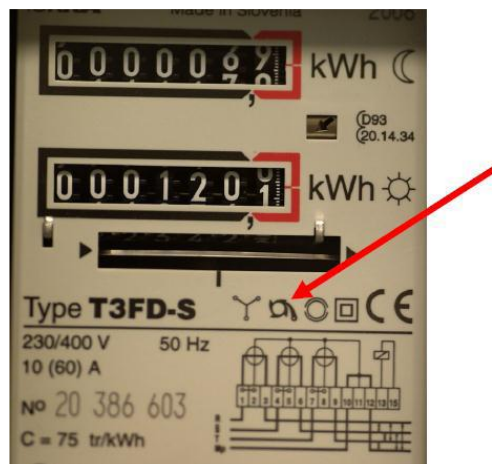

Figure 5 - Symbole d'un frein anti-retour sur un compteur Ferraris
- Y a-t-il un compteur Ferraris ? Si oui, il doit être remplacé par un compteur double flux (qui mesure séparément les prélèvements et les injections), communément appelé « compteur communicant ». En Wallonie, cela est obligatoire depuis le 1er janvier 2024. En Flandre et à Bruxelles, l'obligation existe depuis plus longtemps. Il en va de même si le compteur Ferraris est équipé d'un frein anti-retour (Figure 5) qui l'empêche de s'inverser.